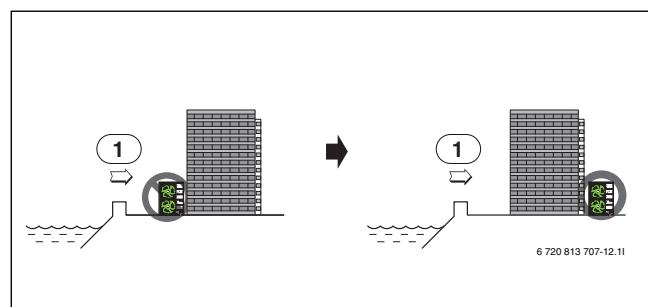

Рис. 14
- Устанавливайте наружный блок на закрытой от морского ветра стороне (→ рис. 14).